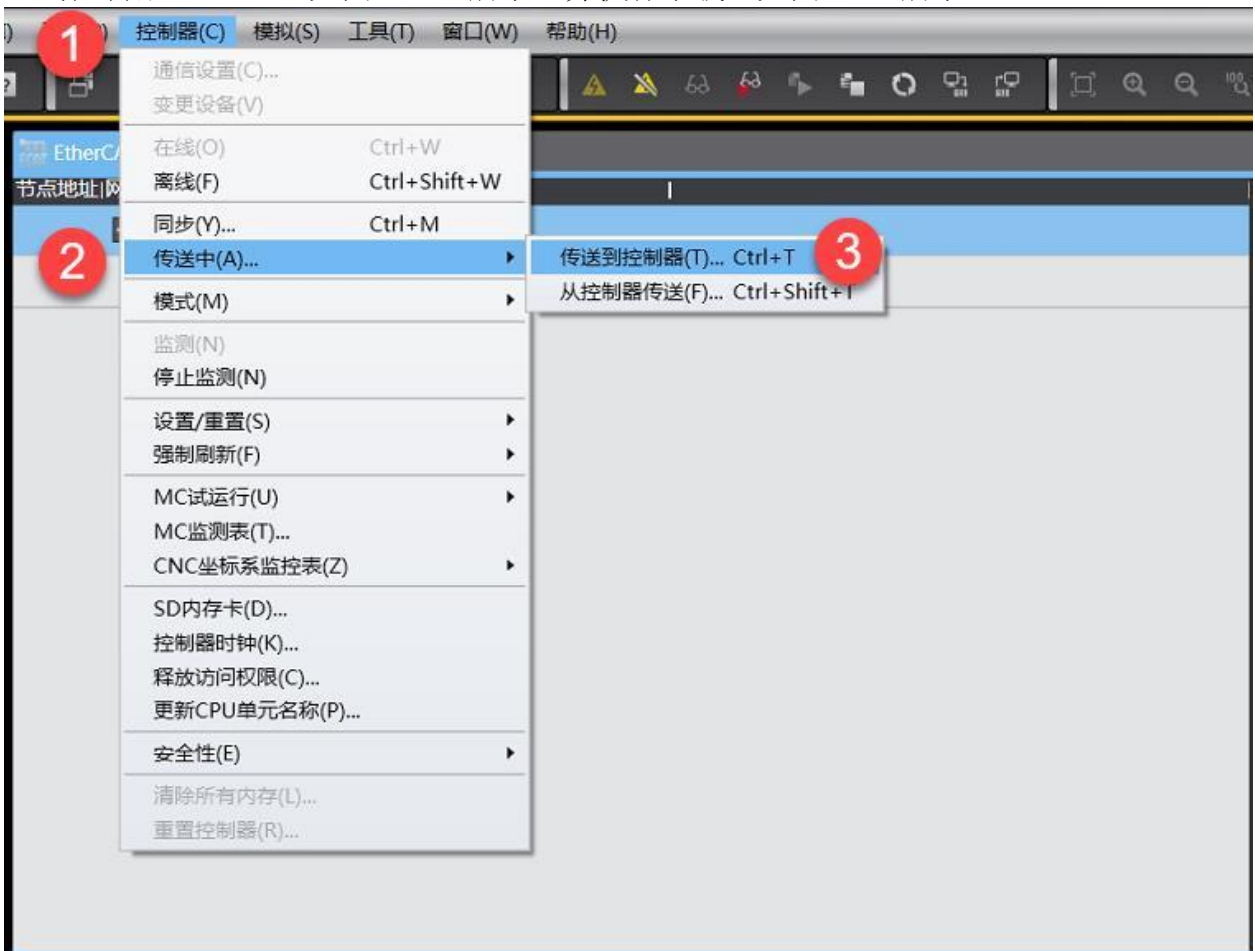

图4-13
6. 设备重启后将程序下载到控制中，菜单栏中选择“控制器”>“传送中”>“传送到控制器(T)”，如图 4-13 所示，并执行下载，如图4-14 所示。